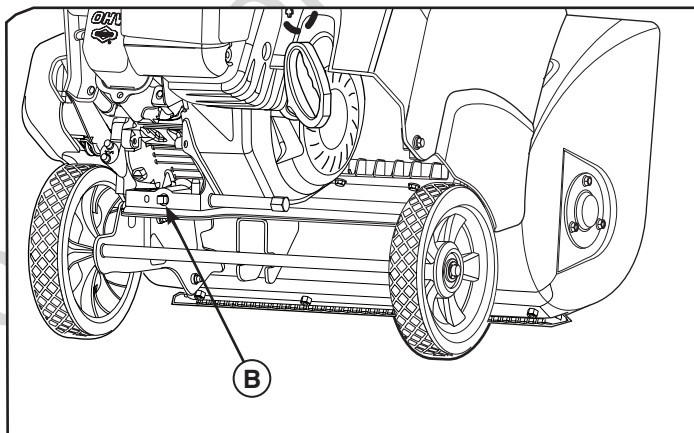

Figura 7
2. Retire el tapón de drenaje de aceite (B, Figura 7) e incline el soplador de nieve levemente para drenar el aceite en un recipiente adecuado.